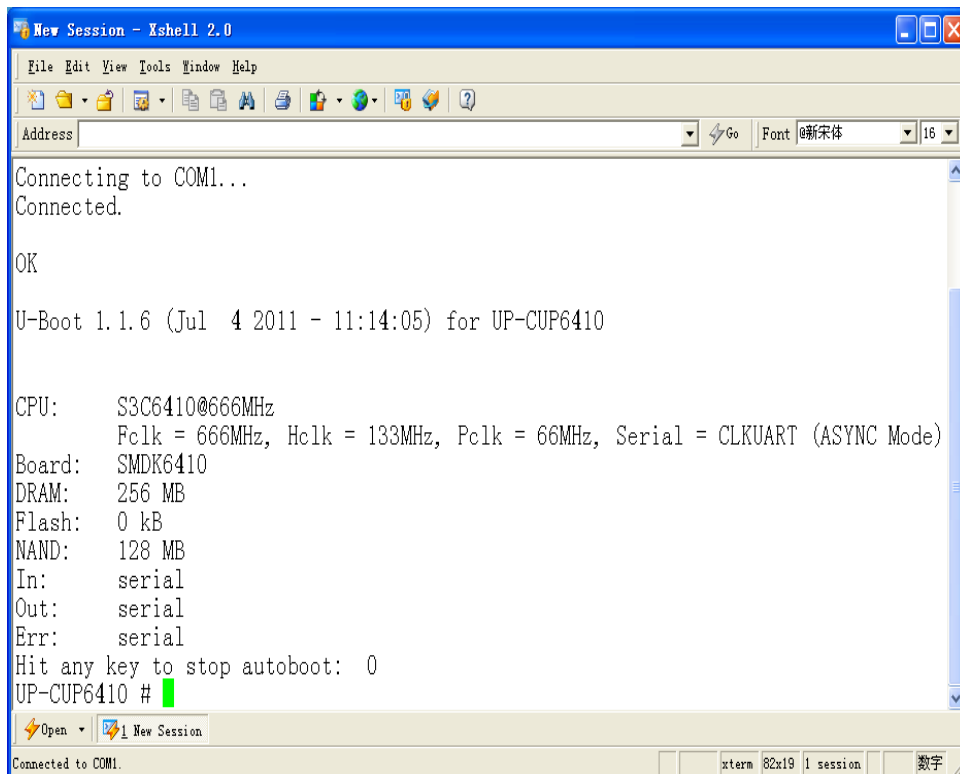

图 2
(2) 确定连接后, 连接电源, 插好网线。按下 ANDROID-3G 开发板右下角 POWER 电源键, 系统上电。X-SHELL 终端进入 ANDROID-3G 开发板的 U-BOOT 功能界面, 按下回车, 进入 U-BOOT 界面如图 2: